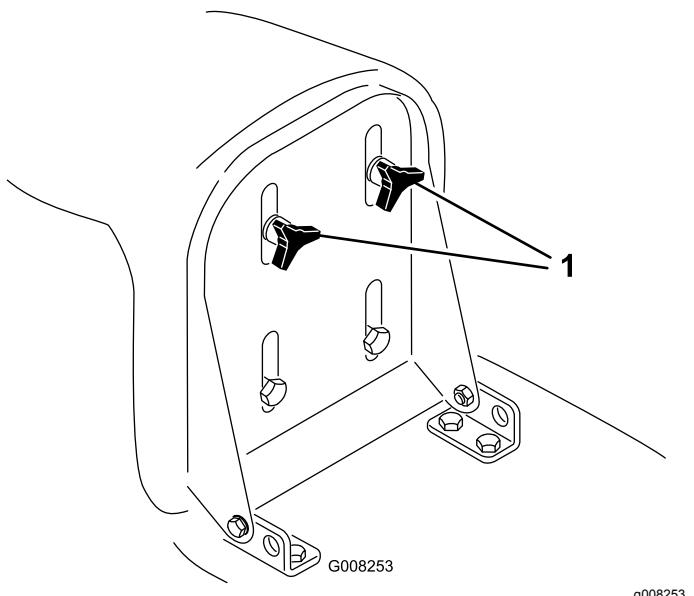

Figura 7
1. Levante o banco e desaperte os manípulos de ajuste (Figura 7).